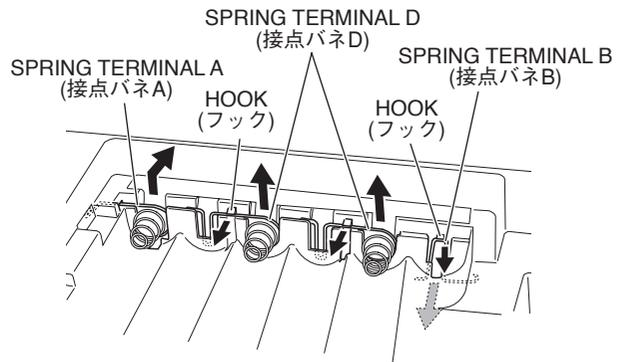
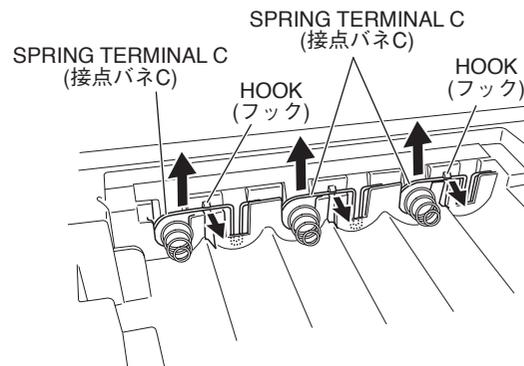

Fig.8(図8)
Fig.9(図9)
- 9-1-6 Lift the spring terminal A a little and slide it in the upper right direction to remove it. (Fig.8)
- 9-1-7 Remove the hook for the spring terminal B to pull it out from inside. (Fig.8)
- 9-2-2 Remove the hooks to pull out the spring terminal C and spring terminal D. (Fig.8, Fig.9)
- 9-1-6 接点バネ A は、上に少し引き上げ、右上にスライドして外します。(図 8)
- 9-1-7 接点バネ B は、フックを外して、内側から引き出します。(図 8)
- 9-2-2 フックを外して、接点バネ C、接点バネ D を引き出します。(図 8、図 9)